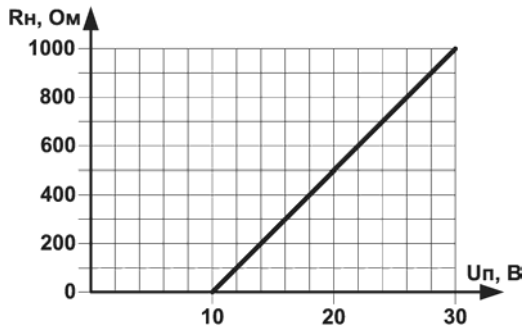

**Рисунок 3.14**
**Формирователь токового сигнала (выход И)** преобразует на активной нагрузке  $R_n$  значение на выходе ЛУ в токовый сигнал 4...20 мА (см. рисунок 3.14).